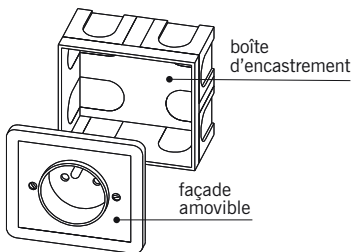

fig. 16.17
- La **prise à encastrer** fixée sur une *boîte d'encastrement* (fig. 16.17).